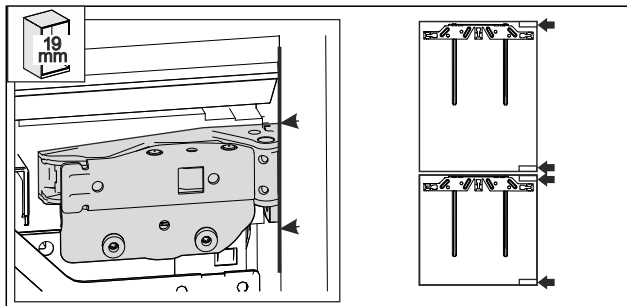

Fig. 57 *
- 19 mm dicke Möbelseitenwand: die vordere Kante der Scharniere ist eben mit der Vorderseite der Möbelseitenwand ausgerichtet. Fig. 57 ()